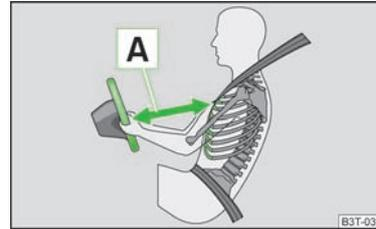

Abb. 121
- Für den Fahrer und Beifahrer ist es wichtig, einen Abstand von mindestens 25 cm zum Lenkrad bzw. zur Schalttafel einzuhalten » **Abb. 121 A**. Wenn Sie den Mindestabstand nicht einhalten, kann Sie das Airbag-System nicht schützen - Lebensgefahr! Außerdem müssen die Vordersitze und die Kopfstützen immer der Körpergröße entsprechend richtig eingestellt sein.